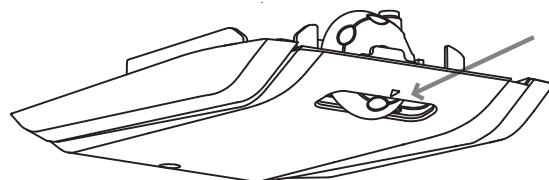

Abb. 1
- Der Thermostat befindet sich im Inneren des Kühlraums (Abb. 1). Den Stellring des Thermostats über die Position "0" hinaus drehen. Beim Öffnen der Kühlzentraltür schaltet sich die Innenbeleuchtung ein. Wird der Stellring auf "0" gestellt, schaltet sich das Gerät aus.